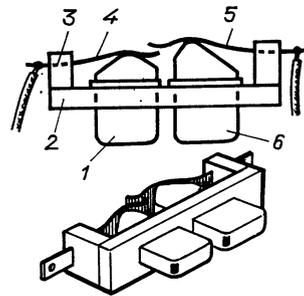

Рис. 121. Устройство кнопочного выключателя
**Простой кнопочный выключатель.** Для его изготовления понадобится немного материалов, которые наверняка найдутся в радиолюбительской лаборатории. В планке 2 (см. рис. 121), вырезанной, например, из полистирола, пропилите два отверстия и вставьте в них две клавиши — 1 и 6 разной длины. По бокам планки приклейте стойки 3 и запрессуйте в них контактные пружины 4 и 5 — их можно изготовить из заводной пружины от старого будильника. Концы пружин зачистите, облудите и изогните так, чтобы они отстояли друг от друга на расстоянии 2...3 мм. К выступающим наружу выключателя концам пружин припаяйте проводники в изоляции, которыми будете подключать выключатель к нужным цепям устройства.